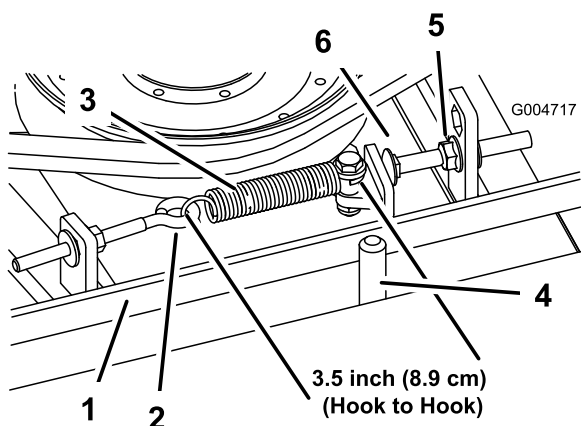

Figure 64
(3,5" \pm 0,25") (intérieur). Lorsque le ressort est correctement tendu, ajustez le boulon de butée (boulon de carrossier) jusqu'à obtenir un jeu approximatif de 0,125 +0,060/-0,000 pouce entre la tête du boulon et le bras de la poulie de tension (Figure 64).
Remarque: La courroie doit être placée du côté ressort du guide (Figure 64).
2. Desserrez le boulon à œil pour pouvoir enlever le ressort d'extension (Figure 64).
3. Desserrez l'écrou à embase qui fixe le boulon de butée à la patte de montage. Reculez l'écrou suffisamment pour que le bras de la poulie de tension passe le boulon de butée (Figure 64). Éloignez la poulie de tension de la courroie pour détendre cette dernière.
8. Raccrochez le ressort d'extension (Figure 64) au boulon à œil et tendez la courroie comme suit :